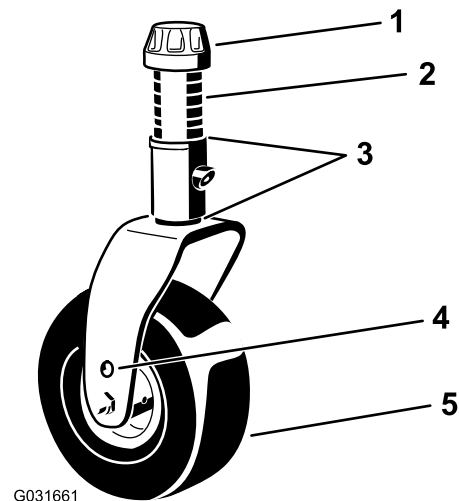
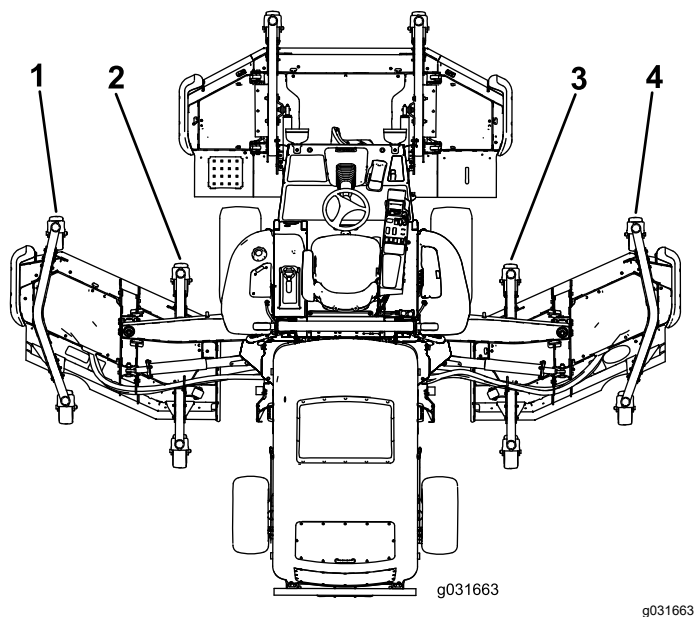

Figure 28
Figure 29
- Si le bord intérieur de l'unité de coupe latérale est trop élevé par rapport au bord extérieur de l'unité de coupe avant, retirez une cale au bas du bras de la roue pivotante intérieure avant de l'unité de coupe latérale (Figure 28 et Figure 29).
- Si le bord intérieur est encore trop élevé, retirez une cale supplémentaire au bas du bras pivotant intérieur avant et une cale du bras pivotant extérieur avant de l'unité de coupe latérale (Figure 28 et Figure 29).
- Si le bord intérieur de l'unité de coupe latérale est trop bas par rapport au bord extérieur de l'unité de coupe avant, ajoutez une cale de 3 mm (1/8 po) au bas du bras pivotant intérieur avant de l'unité latérale (Figure 28 et Figure 29).